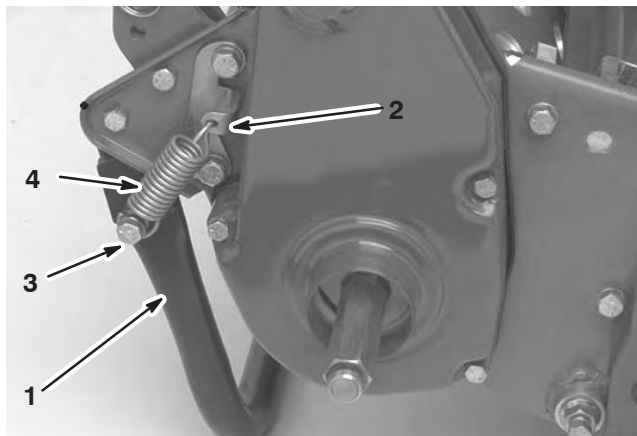

Figure 3
1. Accrochez le ressort au trou de la patte d'accrochage du ressort et sur la cale de retenue, et alignez les trous de montage de la béquille avec ceux du bâti arrière (Fig. 3).
2. Montez la béquille de chaque côté du bâti à l'aide d'une vis, d'une rondelle-frein, d'une rondelle-entretoise plate et d'un contre-écrou (Fig. 3). L'entretoise doit être placée dans le trou de montage de la béquille.